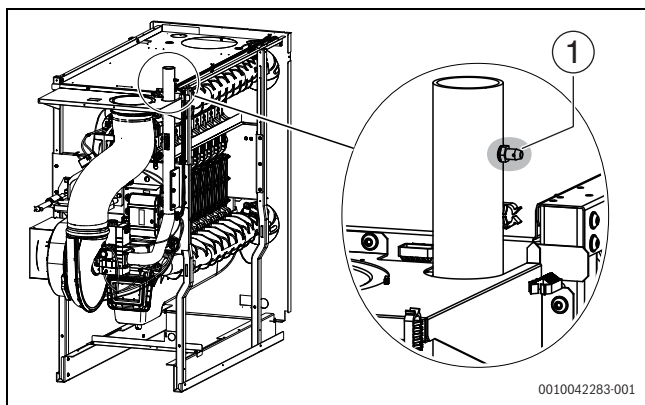

Рис. 34 Удаление воздуха из газопровода.
- ▶ Отверните на 2 оборота запорный винт контрольного ниппеля, предназначенного для измерения давления и выпуска воздуха (→ Рис. 34, [1], стр. 30).